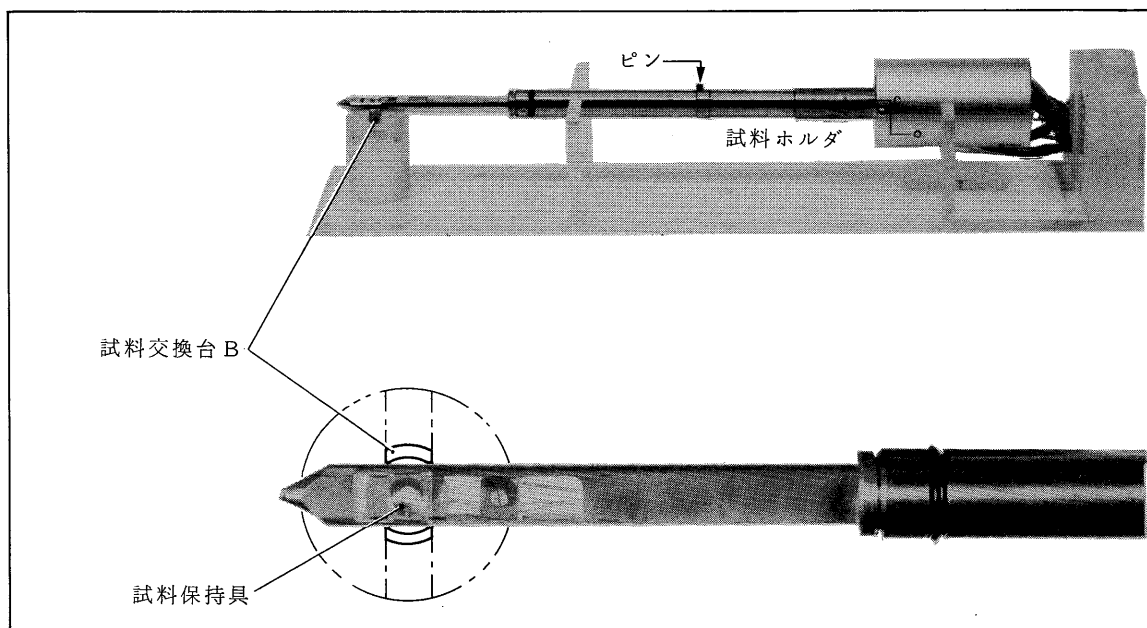

図 4.4 試料ホルダの設置（試料を取り出すとき）
3. 試料ホルダの先端にある試料保持具が試料交換台 B に納まるように、試料ホルダのピンを上向きにして試料ホルダ台に載せる（図 4.4）。